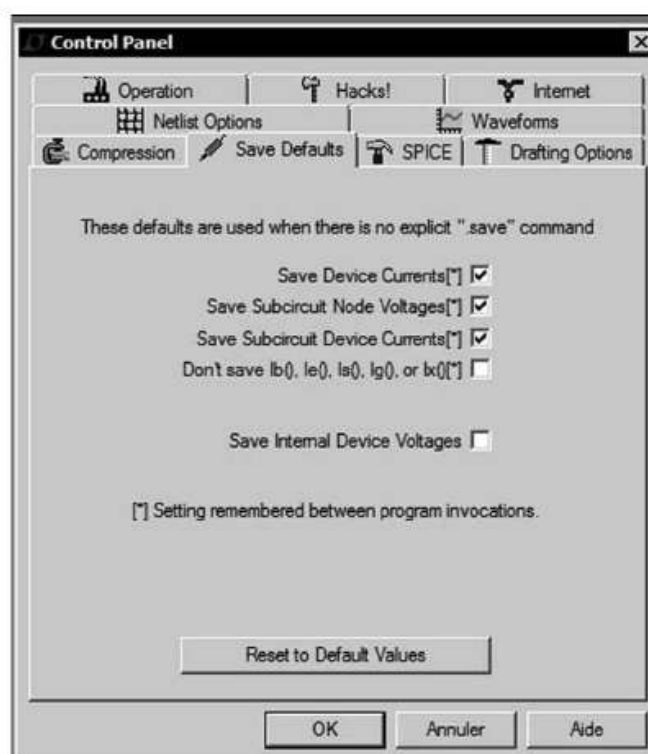

Figure 6.15
5. Vous devez avoir les options **Save Subcircuit Node Voltages** (enregistrer les nœuds de tensions du sous-circuit) et **Save Subcircuit Device Currents** (enregistrer les courants des éléments du sous-circuit) cochées dans la fenêtre **Save** du **panneau de contrôle** (normalement si vous ne les avez pas décochées, ces options sont cochées par défaut), figure 6.15. Aussi, si vous avez mis en évidence un nœud sur le haut niveau du schéma, ce nœud sera également mis en évidence dans le bloc de niveau inférieur.